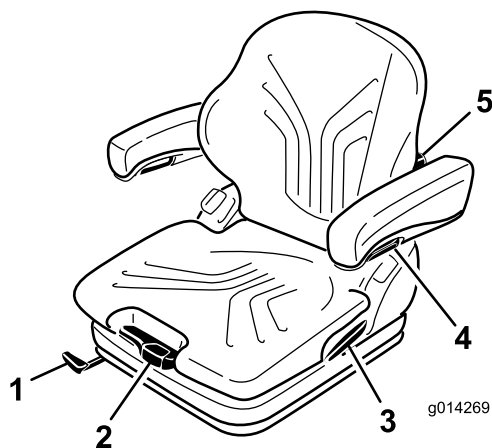

Figura 16
Il sedile viene regolato in base al peso del conducente tirando o premendo la leva di regolazione del peso (Figura 16).
1. Per eseguire una regolazione, tirate verso l'alto la leva e sbloccate il sedile (Figura 16).
Girando la manopola di regolazione verso l'alto è possibile variare la curvatura della parte superiore del cuscino dello schienale. Girando la manopola di regolazione verso il basso è possibile variare la curvatura della parte inferiore del cuscino dello schienale (Figura 16).
Per regolare l'altezza dei braccioli staccate il cappuccio tondo (Figura 16) dalla protezione, allentate il dado esagonale (13 mm) che si trova dietro di esso, regolate i braccioli secondo la posizione desiderata e serrate il dado. Riposizionate il cappuccio sul dado.
Per regolare l'angolo dei braccioli, girate la manopola di regolazione (Figura 16).
Tirate verso l'alto la leva di bloccaggio per liberare il fermo dello schienale (Figura 16). Quando liberate il fermo, non esercitate una pressione contro lo schienale.